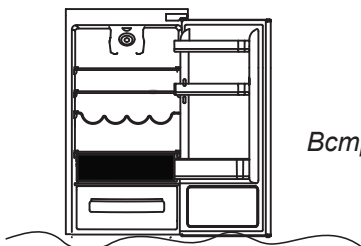

Рис. 4
• Чтобы сохранить аромат, питательные свойства, и свежесть пищи, рекомендуется хранить пищу в холодильном отделении, как показано на представленном ниже Рис. 4. Заверните продукты в алюминиевую фольгу или в пластиковую пленку, или храните пищу в подходящих закрытых контейнерах. Это необходимо для того, чтобы пища не впитывала запахи от других хранящихся в холодильнике продуктов.